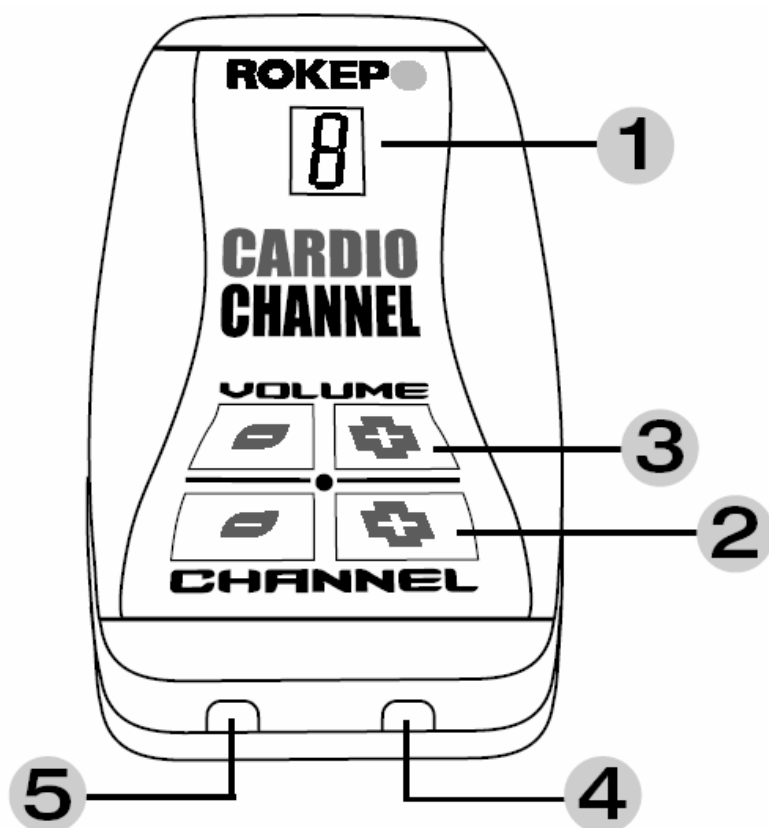

Fig. 3
1.6. Connessioni Ricevitore (Fig. 3)